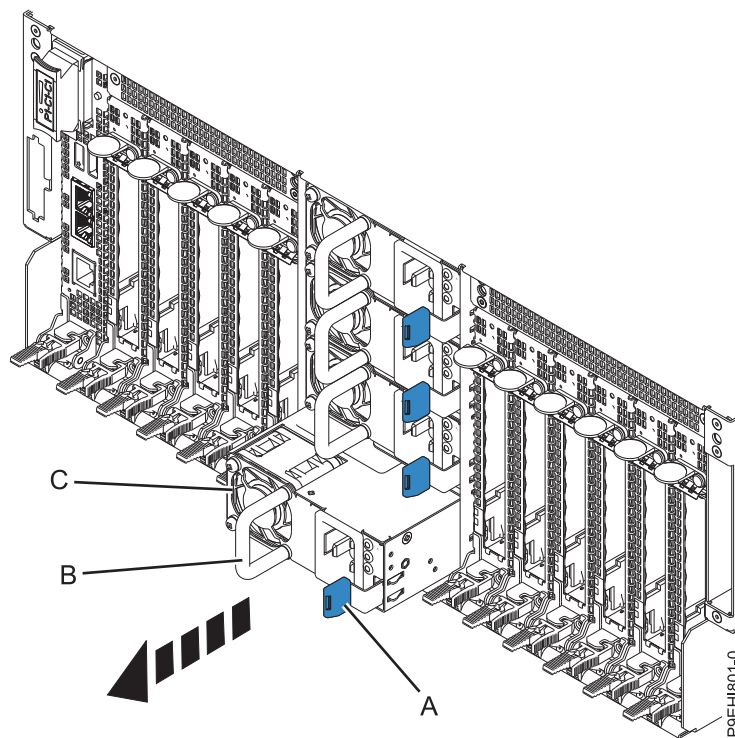

Figura 5. Removendo uma fonte de alimentação da traseira do chassi do sistema
2. Na parte traseira do sistema, remova a abraçadeira que conecta os cabos SAS à fonte de alimentação (C), como mostrado na Figura 5 na página 8.
3. Empurre a guia de travamento (A) para a esquerda, como mostrado na Figura 5 na página 8.
4. Usando a alça (B), puxe a fonte de alimentação para fora do sistema, como mostrado na Figura 5.